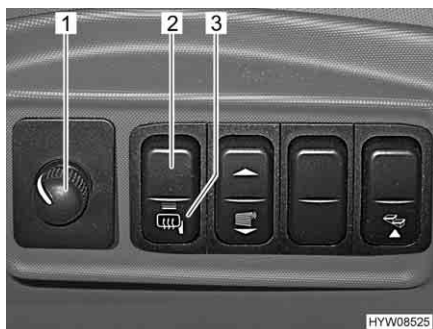

Fig. 33 Interruttori (specchietti esterni a regolazione elettrica)
- Selezionare lo specchietto da impostare. A tal fine premere l'interruttore girevole (Fig. 33,1) verso sinistra oppure verso destra.
- Premendo l'interruttore (Fig. 33,1) regolare lo specchietto nella posizione corrispondente.
- Premere l'interruttore (Fig. 33,2). La spia rossa di controllo (Fig. 33,3) nell'interruttore indica il funzionamento.